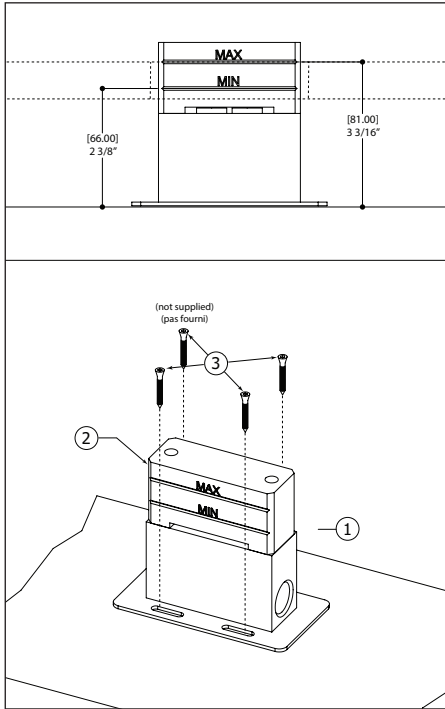

Fig.1
For correct installation, see the fig. 1 to definite the min/max that you can install the rough. After that, fix the rough on sub-floor with four screws (3) (not supplied). Then connect your supply pipes, complete the floor installations. When you are ready to install the faucet, remove the plastic component (2).
Pour que l'installation soit correcte, voir la fig. 1 pour définir le min/max que vous pouvez installer le brut. Après, fixer le brut sur le plancher avec les 4 vis (pas fournies). Ensuite, connecter les tuyaux d'alimentation, compléter les installations, et quand vous êtes prêt à installer le robinet, enlever le composant en plastique.